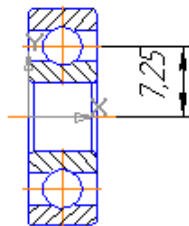

Рисунок 4.16 – Вимірювання радіусу кола на якому розташовується центр кульки
6. Для розміщення кульки, опишемо її положення: центр кульки розташовується на окружності відомого радіуса (можна виміряти по зображенню, вставленому з бібліотеки (див. вище)) симетрії, який лежить у поздовжній площині, кілець. Виміряйте радіус даної окружності (рис. 4.16).